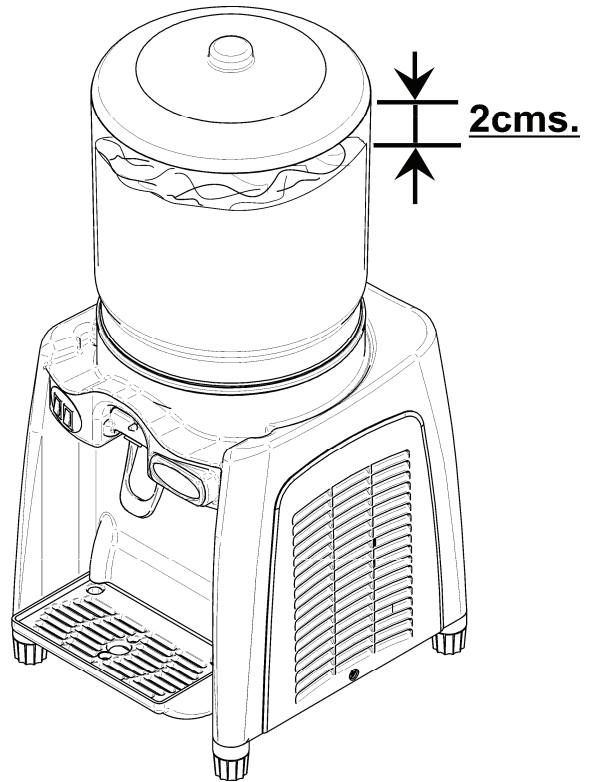

Abbildung 3
- Den Behälter bis zu 2-3 cm unter dem Rand füllen und anschließend den Deckel aufsetzen. Beim Füllen des Behälters darf der markierte Höchststand nicht überschritten werden, um das Überlaufen der Flüssigkeit beim Ingangsetzen der Rührflügel zu vermeiden (siehe Abb. 3).
- Überprüfen Sie vor dem Anschluß des Geräts an das Stromnetz anhand des an der Rückseite befindlichen Typenschilds, daß Spannung (V) und Frequenz (Hz) des Geräts mit denen des Netzes übereinstimmen. Benutzen Sie einen den geltenden Bestimmungen entsprechenden geerdeten Stromanschluß. Sollte der Stromanschluß nicht geerdet sein, so ziehen Sie einen Elektriker zu Rate. Sind die erwähnten Voraussetzungen erfüllt, so können Sie das Gerät an das Stromnetz anschließen.